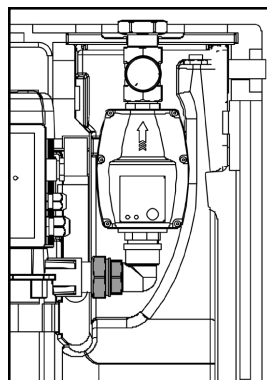

Bild 5
- 3-teilige Verschraubung zwischen Pumpe und Durchflußwächter leicht lösen, siehe Bild 5 (grau eingefärbt).